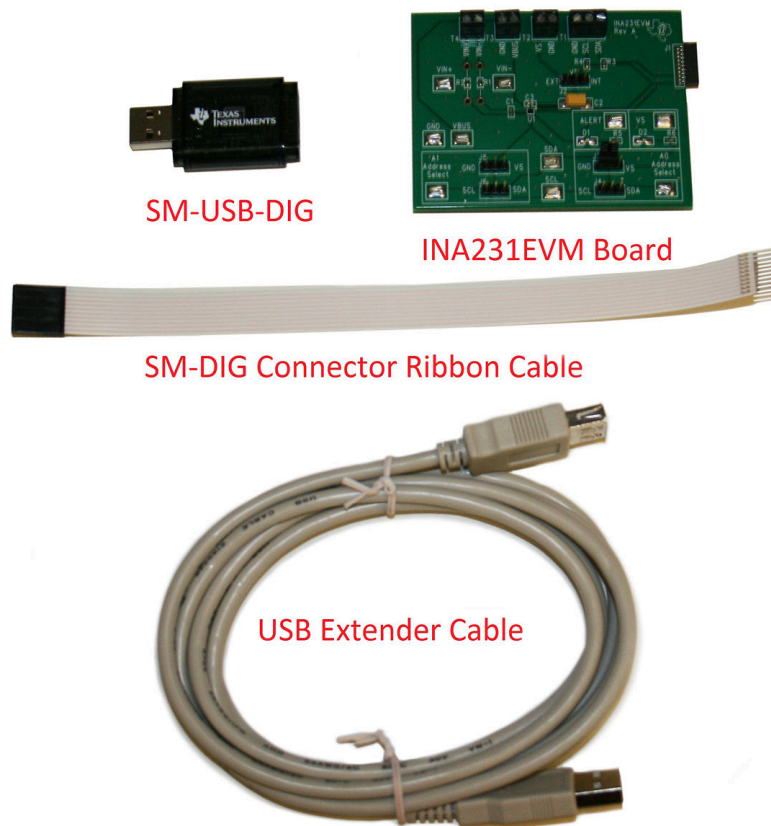

图 1-1. INA231EVM 套件附带的硬件
表 1-1 汇总了 INA231EVM 套件包含的物品。图 1-1 显示了所有包含的硬件。如果缺少任何元件，请与德州仪器 (TI) 客户支持中心联系。